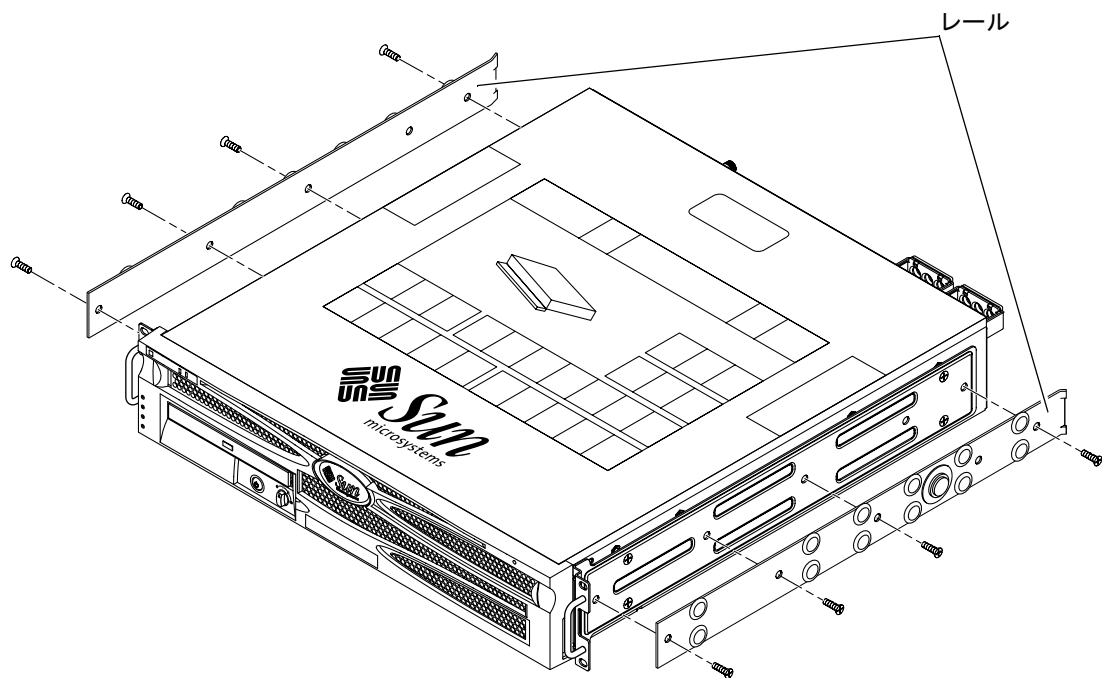

図 3-9 システムシャーシへのレールの取り付け
5. ラックマウントキットに含まれている M4×0.5×5 mm プラスのなべ頭ねじを両側に 4 本ずつ (合計 8 本) 使用して、システムシャーシの側面に各レールを取り付けます (図 3-9 を参照)。